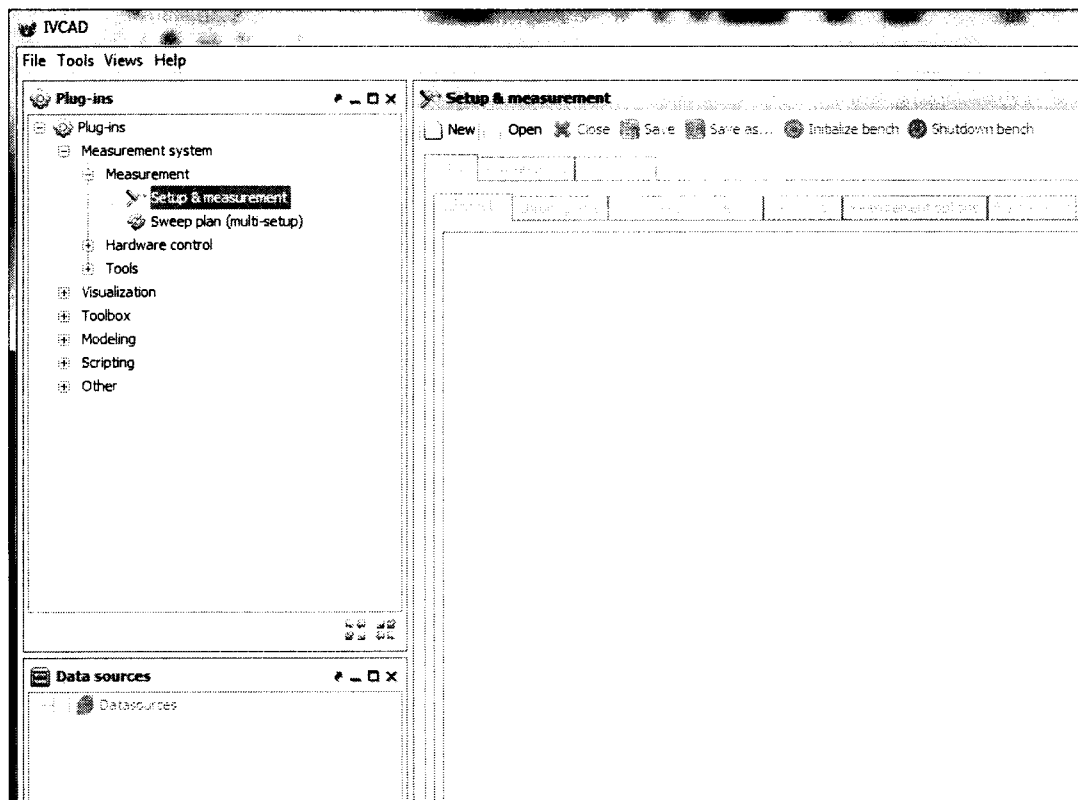
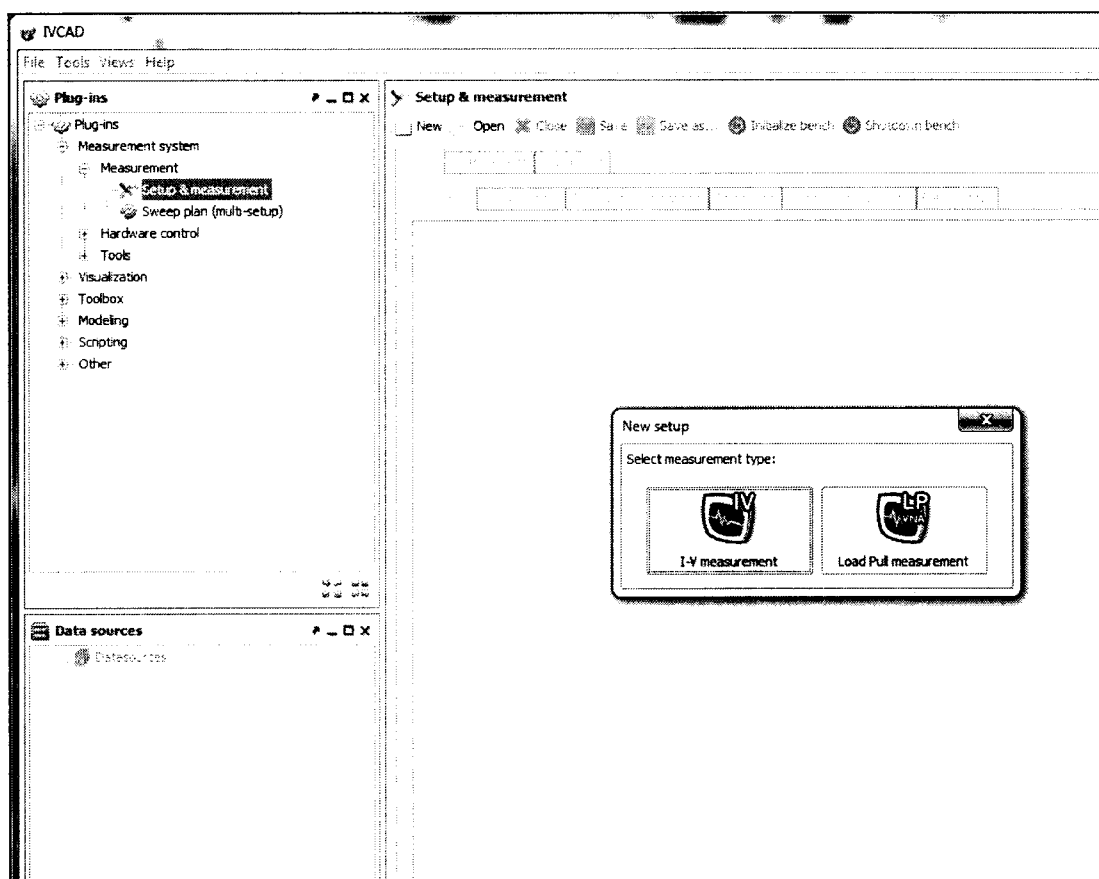

Рисунок 7.2.2 – Главное окно IVCAD, вкладка Setup & measurement
Рисунок 7.2.3 – Главное окно IVCAD, вкладка Setup & measurement, New setup
7.2.3 Открыть в главном окне программы IVCAD вкладку Measurement system – Measurement – Setup & measurement, в появившемся окне Setup & measurement нажать клавишу New (рисунок 7.2.2), появится окно New setup (рисунок 7.2.3), в котором нужно выбрать I-V Measurement, в результате чего окно конфигурации примет вид блок-схемы измерений, показанный на рисунке 7.2.4.
Вернуться в главное окно IVCAD, Setup&measurement (рисунок 7.2.2).